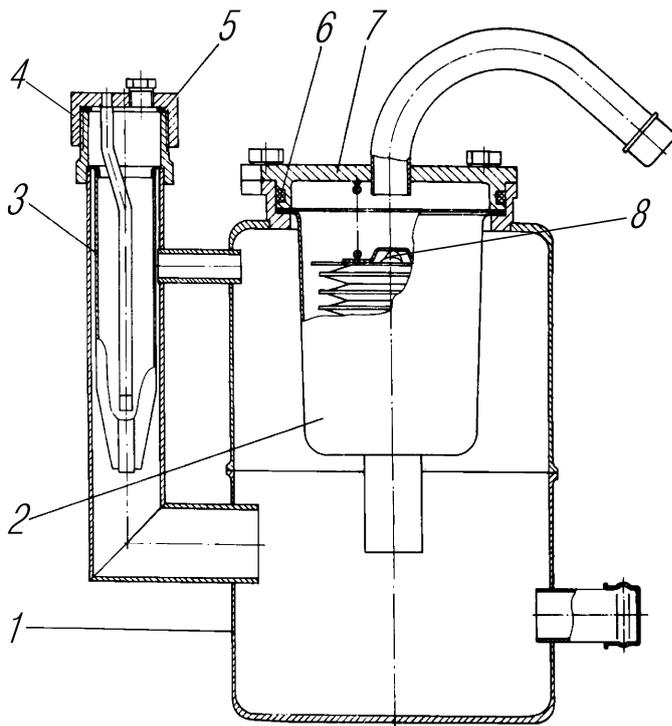

Рис. 63. Бак масляный рулевого управления:
Бак установлен отдельно от насоса. В баке имеется заливной фильтр 3 (рис. 63). Масло, возвращаясь в бак, проходит через фильтр 2. В случае засорения фильтрующих элементов открывается клапан 8. Уровень масла в баке должен находиться в пределах плоского участка на указателе и замеряется указателем при незавернутой пробке 4.
5. Снимите крышку 7 (см.рис. 63) масляного бака, фильтр 2 и промойте фильтр.